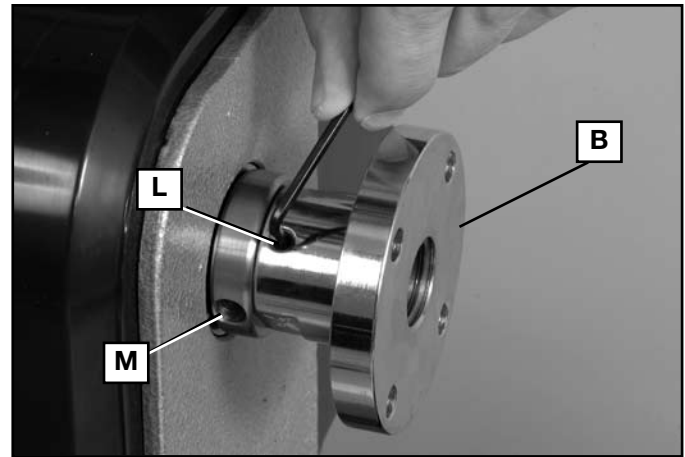
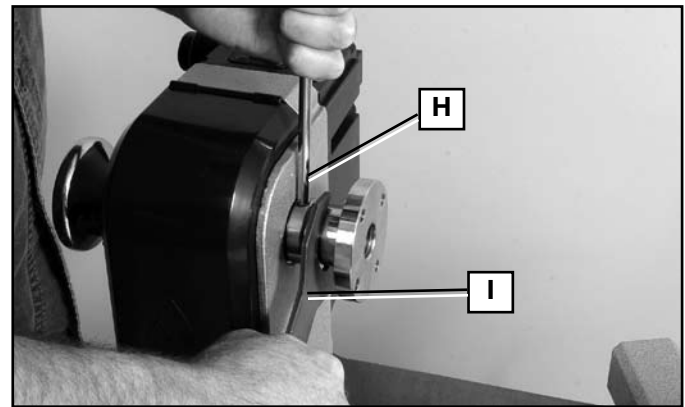
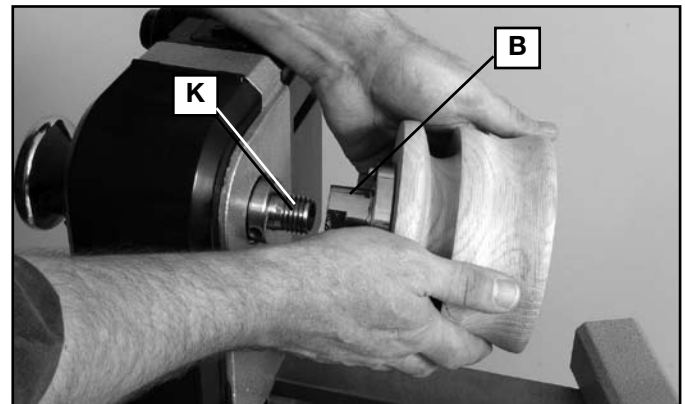

Fig. 2
Fig. 3
Fig. 4
- Para evitar lesiones, cuando utilice la placa frontal incluida de 76 mm (3 pulg.) (B) Fig. 2, no monte piezas de más de 152 mm (6 pulg.) de diámetro y hasta 152 mm (6 pulg.) de largo. Para montar piezas más grandes, asegúrese de usar una placa frontal de tamaño adecuado.
⚠ ADVERTENCIA: Para reducir el riesgo de lesiones, cuando utilice la placa frontal incluida de 76 mm (3 pulg.) (B) Fig. 2, no monte piezas de más de 152 mm (6 pulg.) de diámetro y hasta 152 mm (6 pulg.) de largo. Para montar piezas más grandes, asegúrese de usar una placa frontal de tamaño adecuado.
Para quitar la placa frontal, utilice la llave hexagonal incluida de 3 mm y desenrosque el tornillo de sujeción (L) al menos dos vueltas completas. Coloque la barra de extracción (H) Fig. 3 en el orificio (M) Fig. 2, coloque la llave de la placa frontal (I) Fig. 3 en las partes planas del reborde de la placa frontal (tal como se muestra en la Fig. 3) y gire la llave para aflojar la placa frontal. Una vez que haya aflojado la placa frontal (B) Fig. 2, se la podrá desenroscar.
⚠ ADVERTENCIA: PARA EL TORNO MIDI DELTA MODELO 46-460 ÚNICAMENTE: Para reducir el riesgo de lesiones, si se tornea en reversa, asegúrese de ajustar bien el tornillo de sujeción (L) Fig. 2 cuando vuelva a colocar la placa frontal.
Para colocar nuevamente la placa frontal (B) Fig. 4, atorníllela en la punta del eje (K) y ajústela bien con la barra de extracción y la llave, como se muestra en la figura 3. Coloque nuevamente el tornillo de sujeción (L) Fig. 2, si lo retiró. Ajuste bien el tornillo de sujeción.